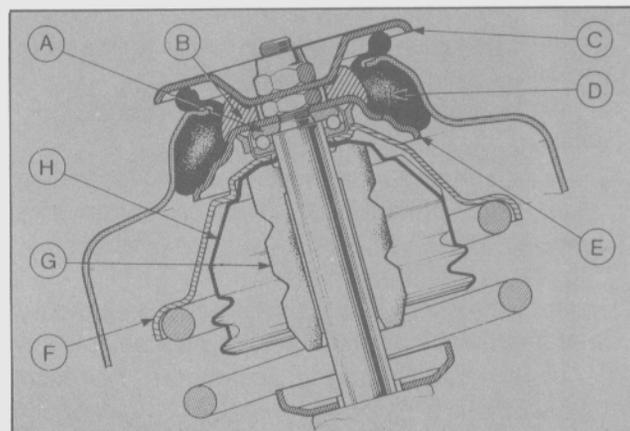

Fig. 18 - Componentes del montaje superior
- Retirar el aislador de goma (Fig. 18).